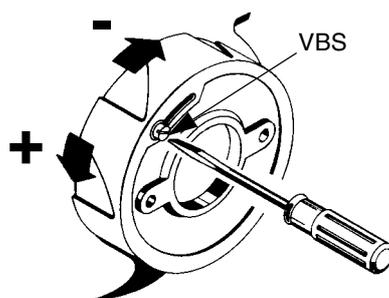

Fig. 23
- 13 Controllando i valori di combustione, regolare la portata dell'aria agendo sulla vite **VBS** (Fig. 23); avvitare per diminuire la portata o svitare per aumentarla.